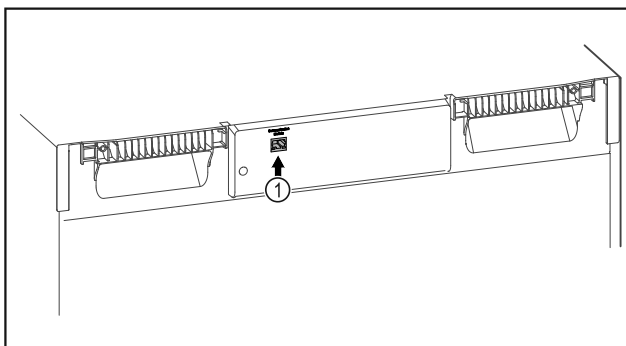

Fig. 85
- SmartModule Fig. 85 (1) установлен.